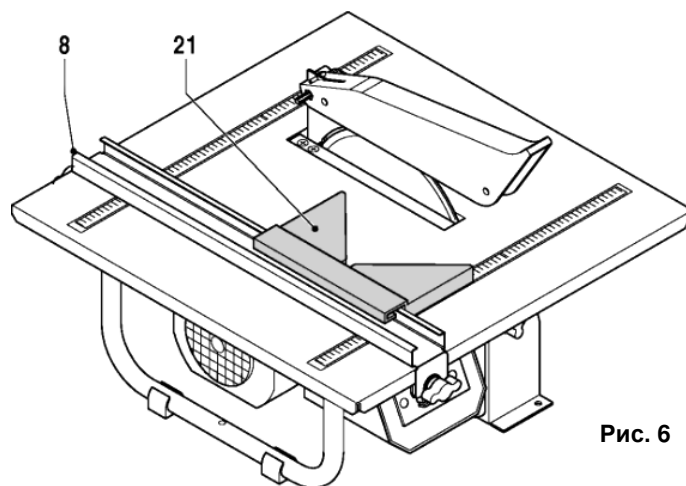

Рис. 6
- Установите параллельное направляющее устройство (8) (См. Рис.6) на необходимом расстоянии от кромки. Минимальное расстояние, на котором действует направляющая – 10 см.
- Приложите направляющий блок (21) к параллельному направляющему устройству.